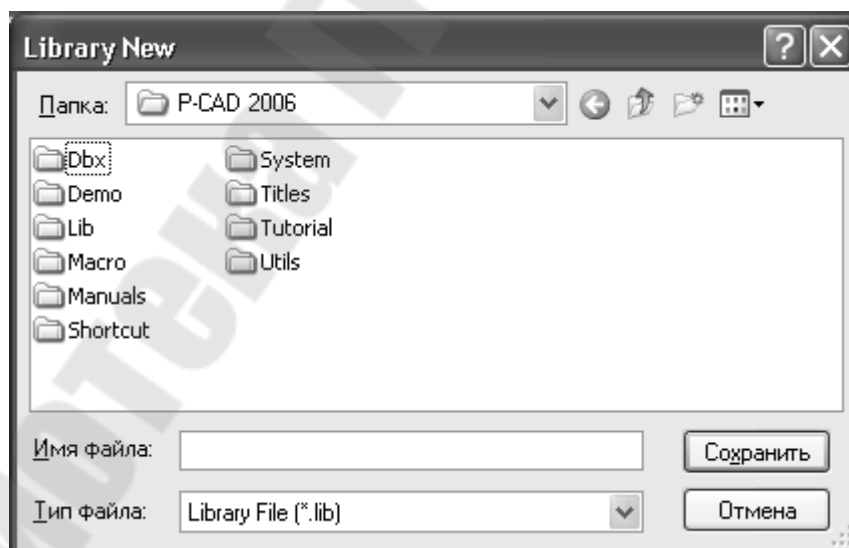

Рис.3.2. Создание новой библиотеки
1) Создать новую библиотеку (новый файл с расширением .lib) в своей папке с помощью команды Library/New (рис.3.2). В открывшемся окне надо указать путь к новой библиотеке и ввести имя.